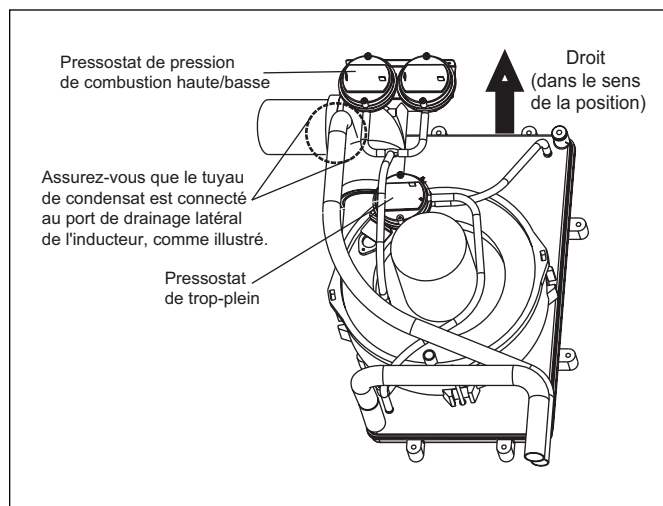

Figure 19 Position de pressostat
Pour une installation horizontale à gauche (évacuation de l'air vers la gauche), les tuyaux du pressostat de trop-plein du condensat doivent être redirigés (voir Figure 19).
14. Déplacez les pressostats d'incendie haute/basse (2) sur le côté opposé de l'armoire (comme illustré aux figures 19 et 20). Les vis pour le montage de ces interrupteurs ne doivent pas interférer avec les composants à l'intérieur de la fournaise.
Pour les installations avec évacuation d'air gauche et sortie de ventilation par le panneau latéral de la fournaise (voir Figure 19 et 21).